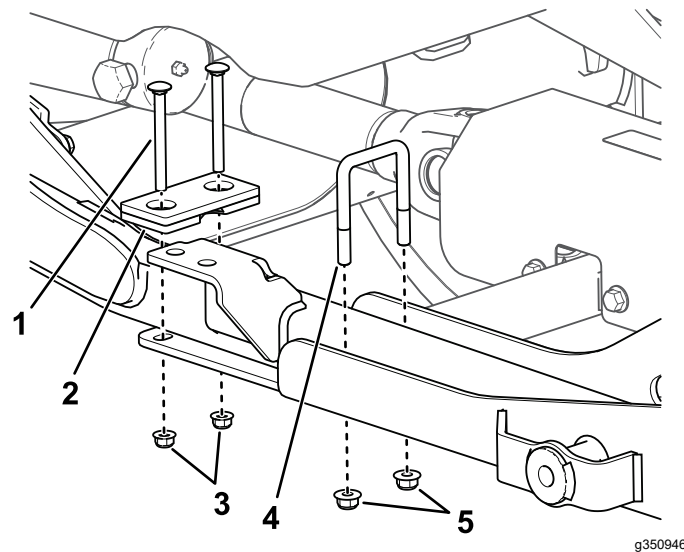

Figura 12
- Baje los brazos de elevación hasta que entren en el conjunto de montaje, como se muestra en la Figura 12; luego ponga el freno de estacionamiento de la unidad de tracción, apague el motor, retire la llave y espere a que se detenga todo movimiento.
- Sujete la parte trasera de los brazos de elevación al conjunto de montaje usando los pernos en U, las placas de tope, los pernos de cuello cuadrado y las contratuercas suministrados (Figura 12).